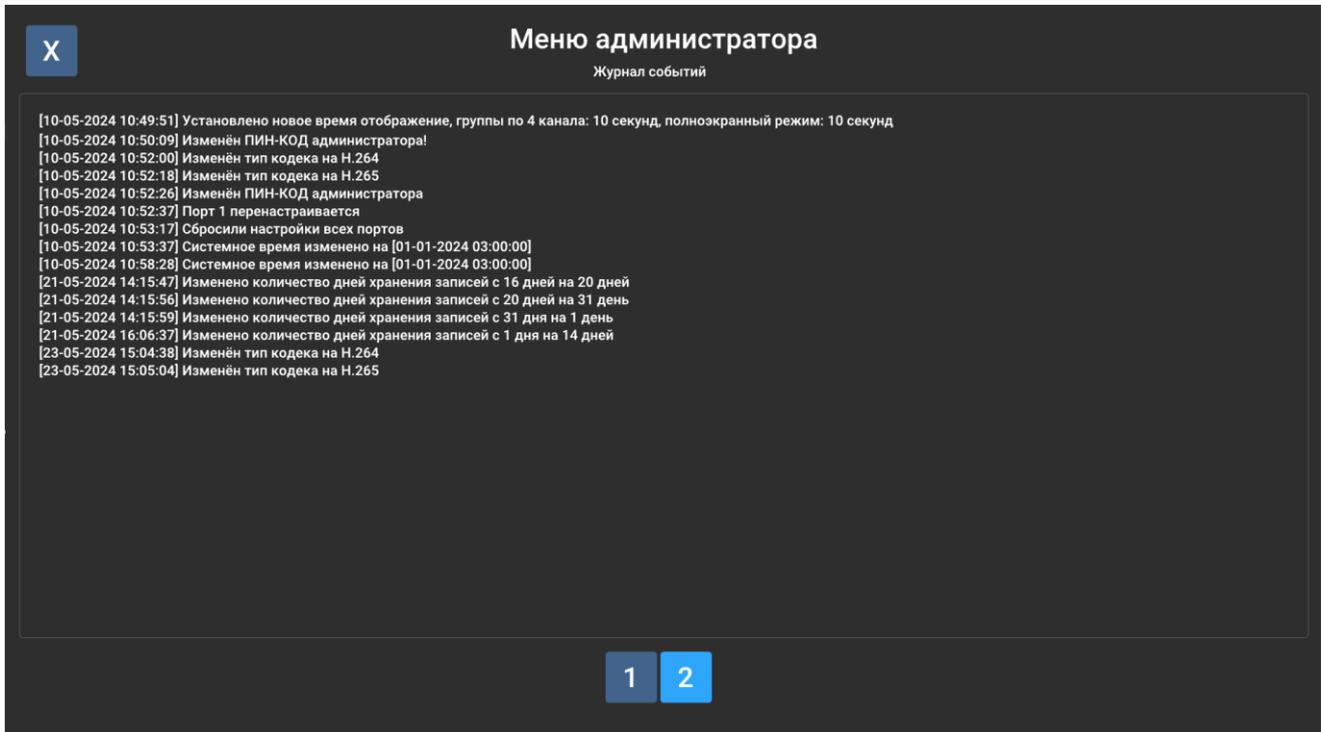

Рисунок 10. Журнал событий
3.5.7 Все изменения, произведенные администратором в настройках параметров, регистрируются в журнале событий, который доступен во второй вкладке меню (см. рисунок 10).